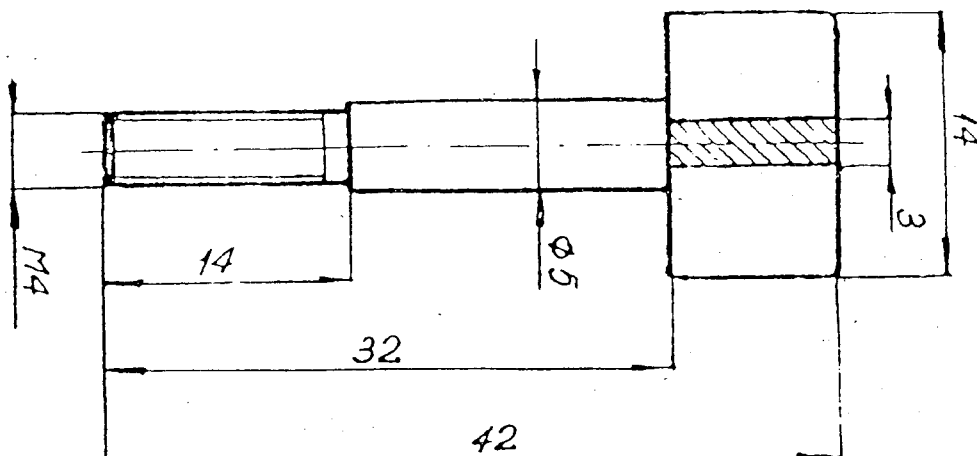

Рис. 6.25. Съёмник I6.08.0450
- ввернуть съёмники I6.08.0450 (рис. 6.25.) в два отверстия трехугольного фланца штуцера с форсункой I6.43.0320 и одновременно заворачивать их по часовой стрелке;